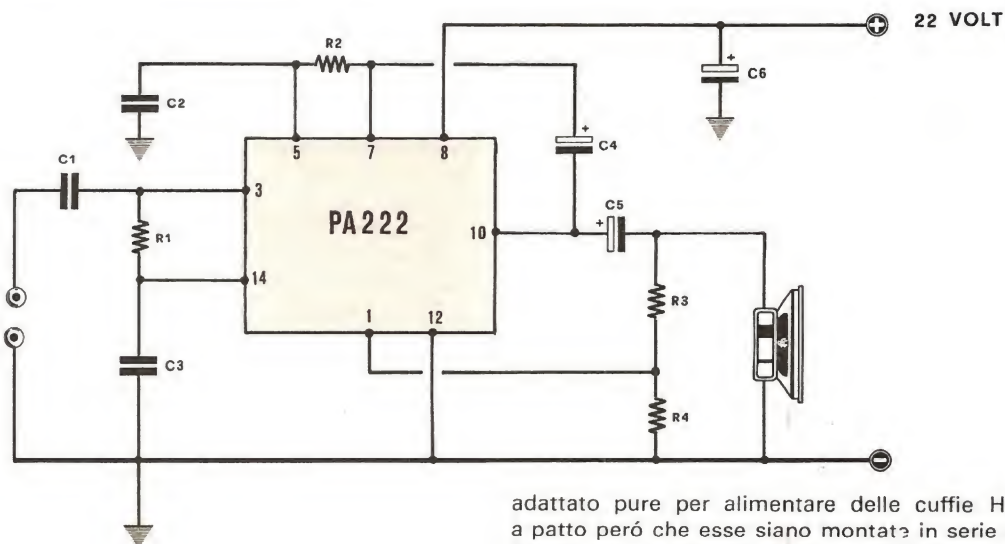

Fig. 5
La fig. 5 rappresenta invece un compromesso tra i due precedenti circuiti, con tale schema di frequenza il limite inferiore sale a circa 300 Hz, mentre con lo schema di fig. 3 si raggiungevano i 50 Hz. È tuttavia possibile scendere fino a 100 Hz aumentando la capacità del condensatore C3.
È importante, come si nota dalla fig. 5, che il pulsante S1 si trovi sistemato sulla destra del pannello.
**Fig. 5** Sulla piastra disegnata in figura dovrete fissare i due deviatori S2 - S3 e S4 - S5 e il pulsante S1, quest'ultimo dovrà trovarsi sul lato destro della piastra.